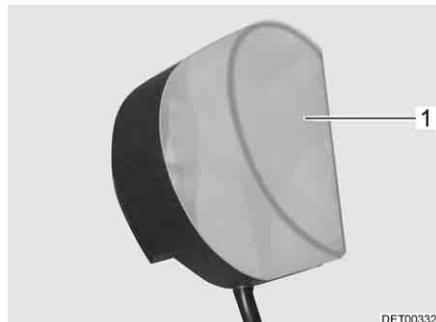

Bild 258 Kleiderschrankleuchte
- Leuchtenabdeckung (Bild 258,1) leicht zusammendrücken und abnehmen.